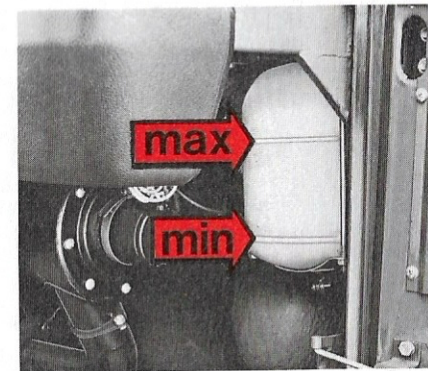

Bild 142. Expansionstank
4. Varmkör motorn och kontrollera nivån i expansionstanken, bild 142. Efterfyll vid behov.